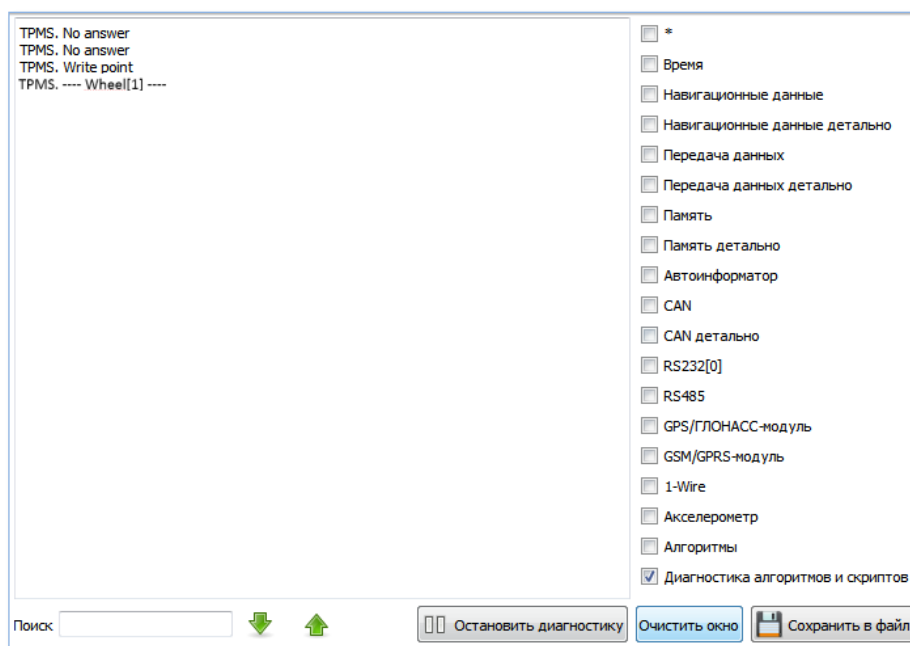

Рисунок 15. Диагностика работы алгоритма
9. На вкладке «Диагностика» выберите элемент «Диагностика алгоритмов и скриптов» (Рис. 15).